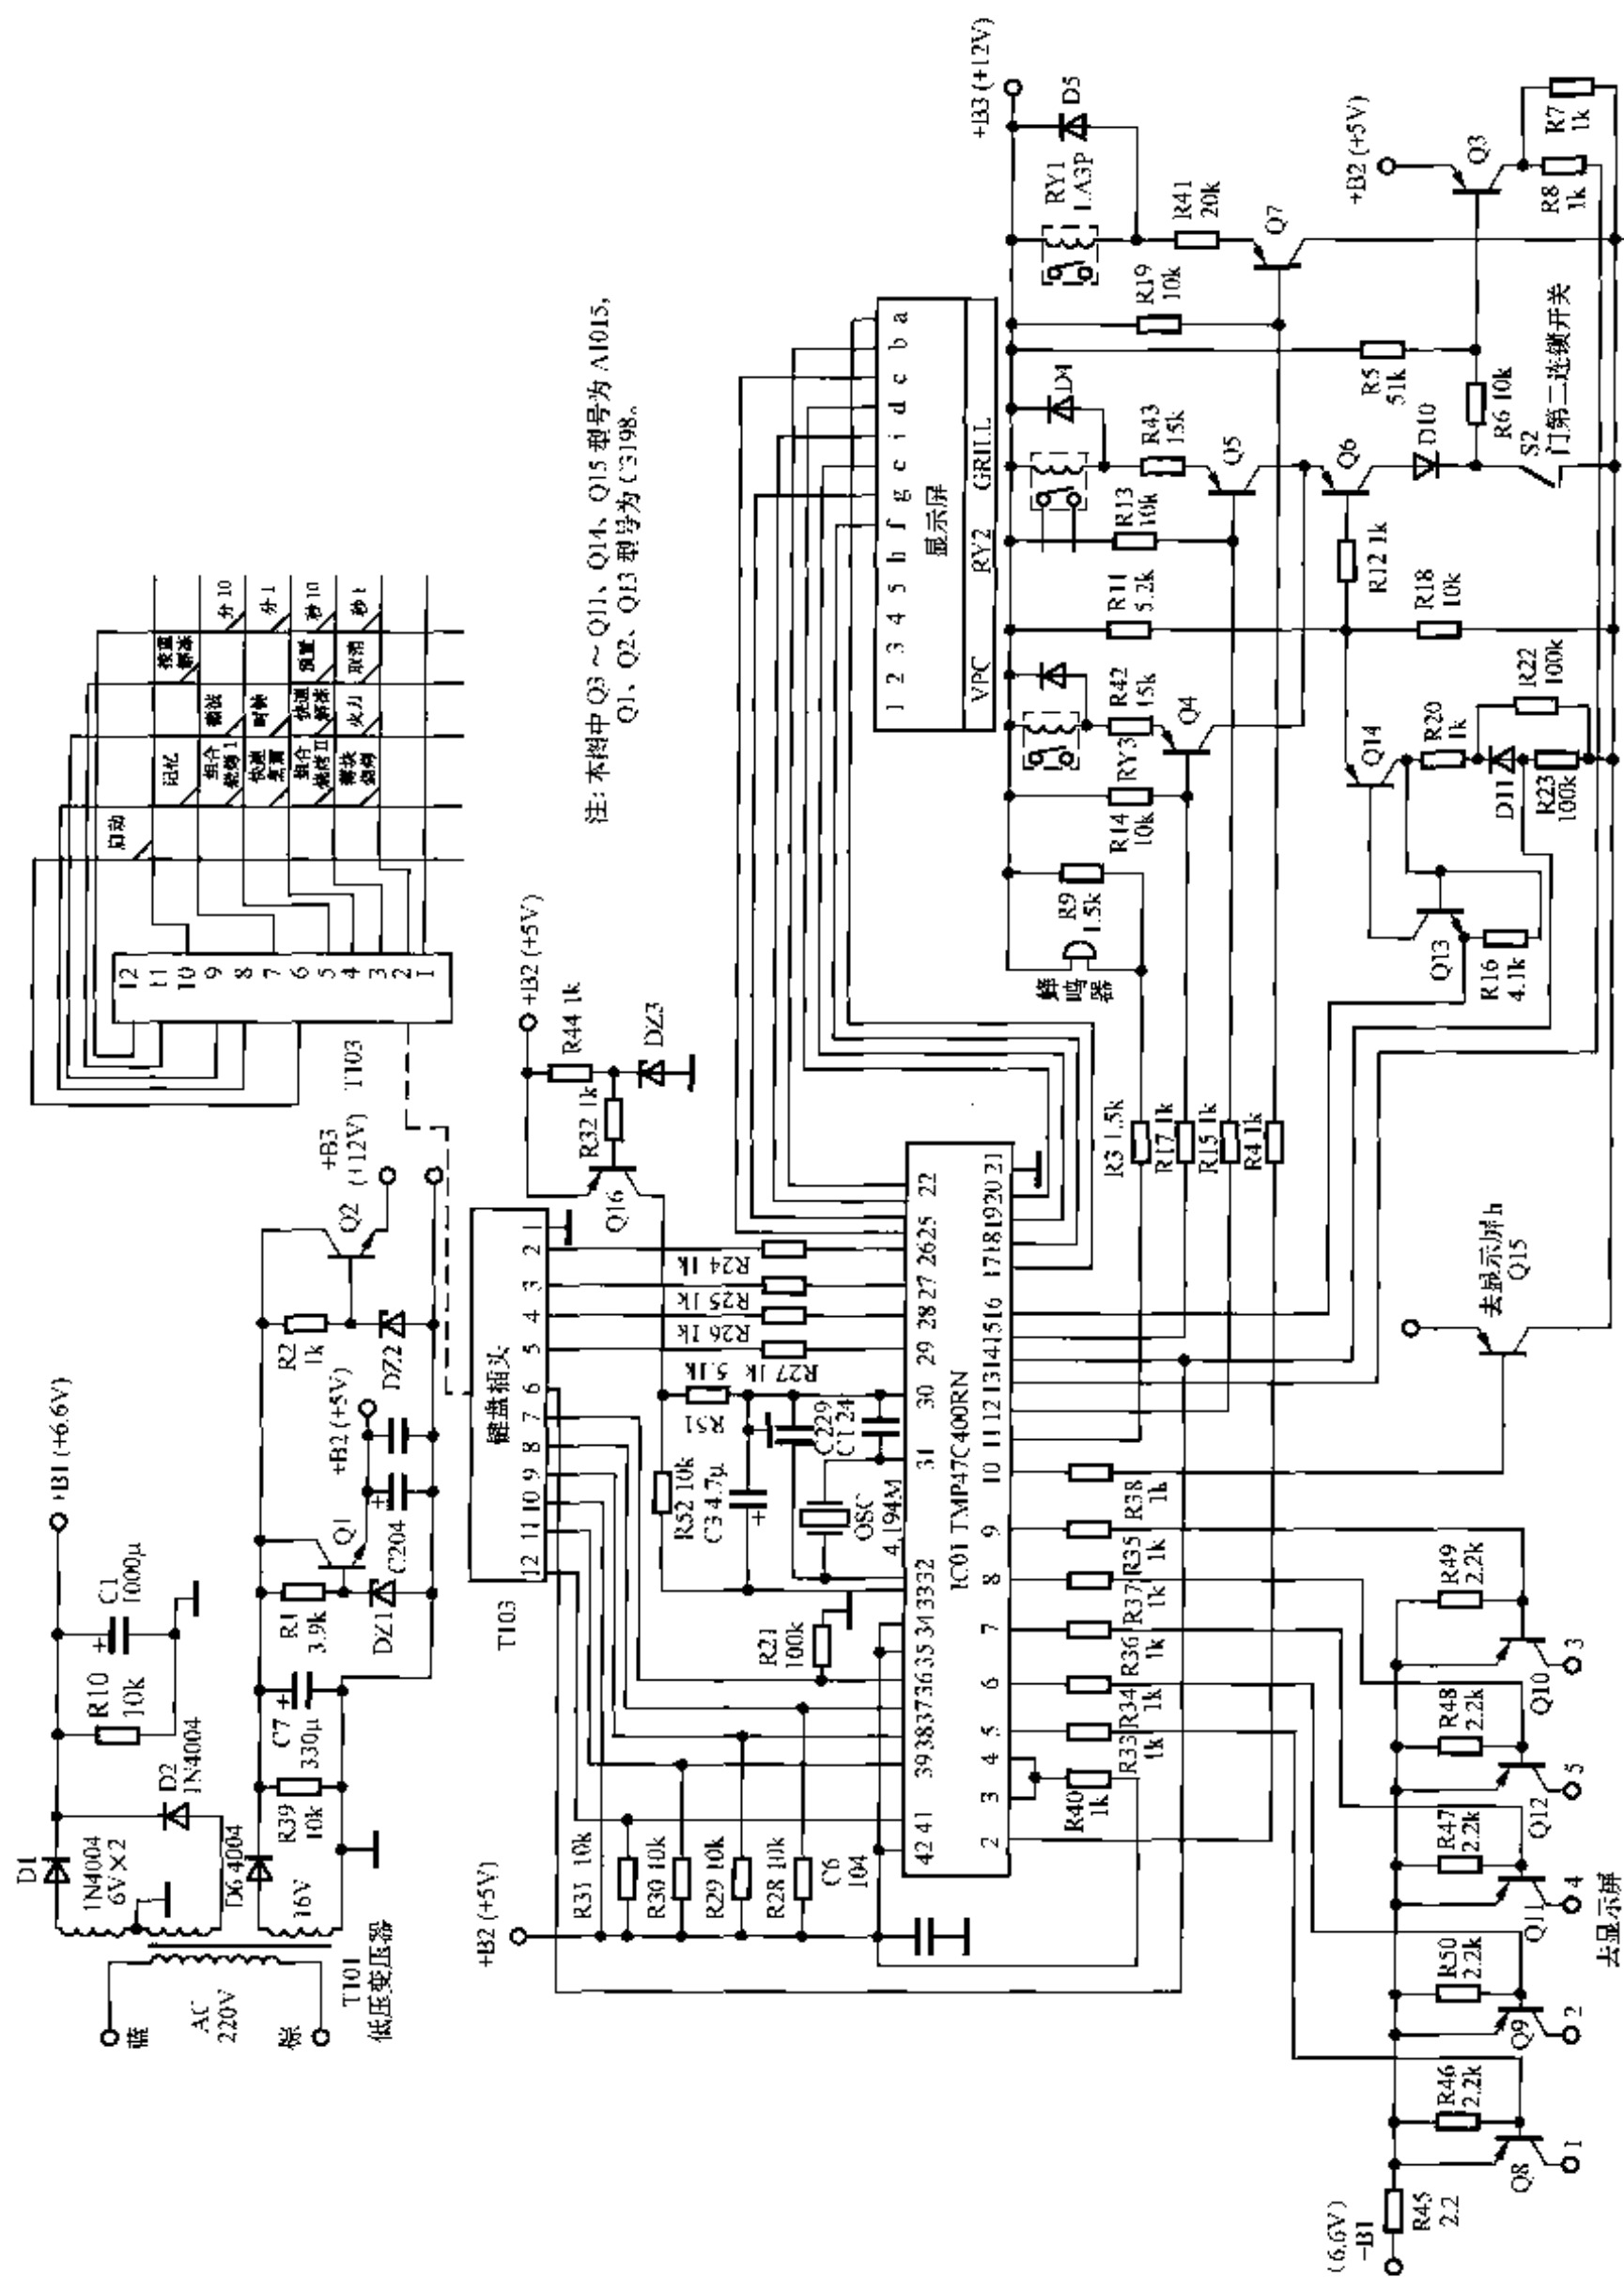

图 6-3 格兰仕 WD700A/WD800B 型微波炉控制电路
电脑控制型微波炉的控制系统采用了电脑板，下面以格兰仕 WD700A/WD800B 微波炉为例进行介绍，该机的电气原理图如图 6-2 所示，控制电路如图 6-3 所示。
如图 6-3 所示，为微波炉通上市电电压后，市电电压通过变压器 T101 降压后，输出 6V 和 16V 两种交流电压，其中，6V 交流电压经 D1、D2 全波整流，C1 滤波产生 6.6V 直流电压，为显示屏供电；16V 交流电压通过 D6 半波整流产生 19V 左右的直流电压。该电压一路通过限流电阻 R1、稳压管 DZ1、调整管 Q1 稳压输出 5V 电压，为 CPU 等电路供电；另一路通过限流电阻 R2、稳压管 DZ2、调整管 Q2 稳压输出 12V 电压，为继电器等供电。
如图 6-2、图 6-3 所示，关闭炉门时，连锁机构作相应动作，使连锁开关 S1~S3 接通。S1、S3 接通后，接通变压器 T、石英发热管 H 与熔断器 FUSE 的线路，S2 接通后，不仅将 Q6 的 c 极通过 D10 接地，而且通过 R6 使 Q3 导通。Q3 导通后，其 c 极输出的电压通过 R8 限流，加到微处理器 IC01 的⑬脚，被 IC01 检测后 IC01 识别出炉门关闭，微波炉进入待机状态。反之，若打开炉门后，连锁开关 S1~S3 断开，切断市电到 T、H 的回路。同时，IC01 的⑬脚没有高电平信号输入，IC01 判断炉门被打开，不再输出微波或烧烤的加热信号。